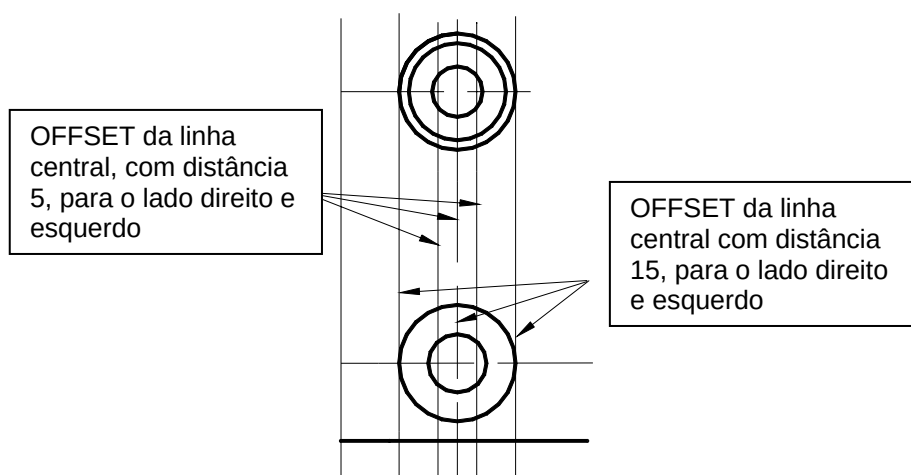

Figura 4.10 – OFFSET para construção da nervura e região do furo inferior.
23. Passe a linha de construção, que passa pelos centros dos furos até agora desenhados, para o layer **visível**. Faça um OFFSET desta linha, de distância 5, tanto para o lado direito como para o lado esquerdo da mesma, de forma a ter as linhas limites laterais da nervura. Faça um outro OFFSET desta mesma linha, de distância 15, tanto para o lado direito como para o lado esquerdo da mesma (figura 4.10).